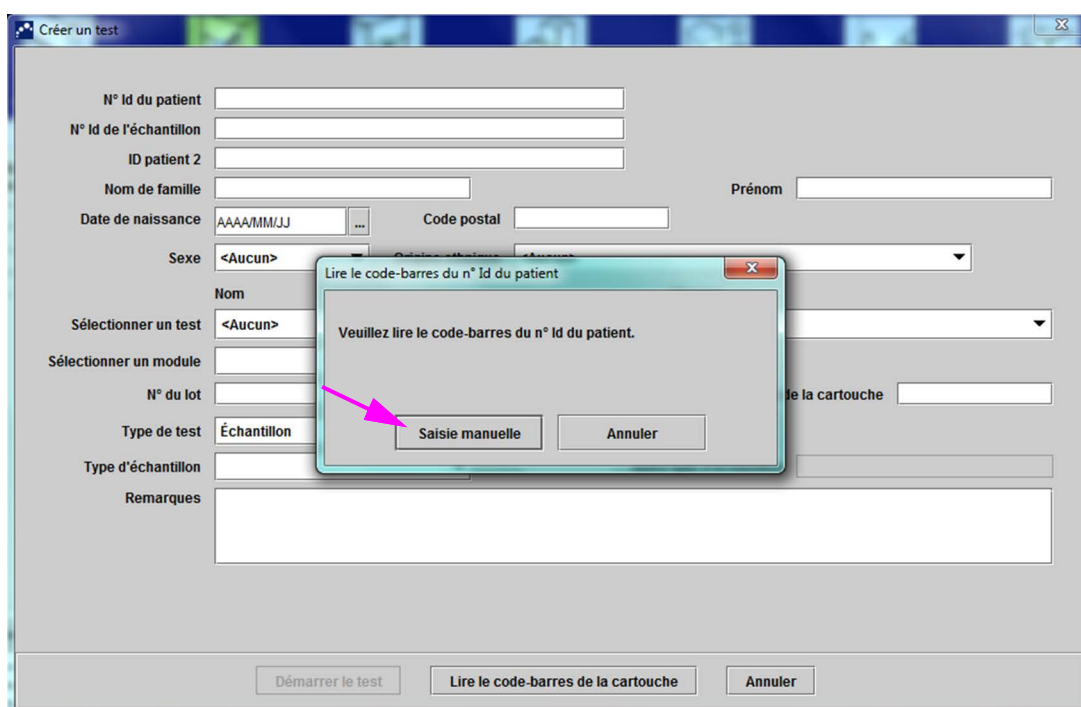

Figure 5-19. Fenêtre Créer un test et boîte de dialogue Lire le code-barres du n° Id du patient
1. Dans la fenêtre GeneXpert Dx System, cliquez sur **Créer un test** dans la barre de menus. La boîte de dialogue Lire le code-barres du n° Id du patient apparaît. Voir Figure 5-19.